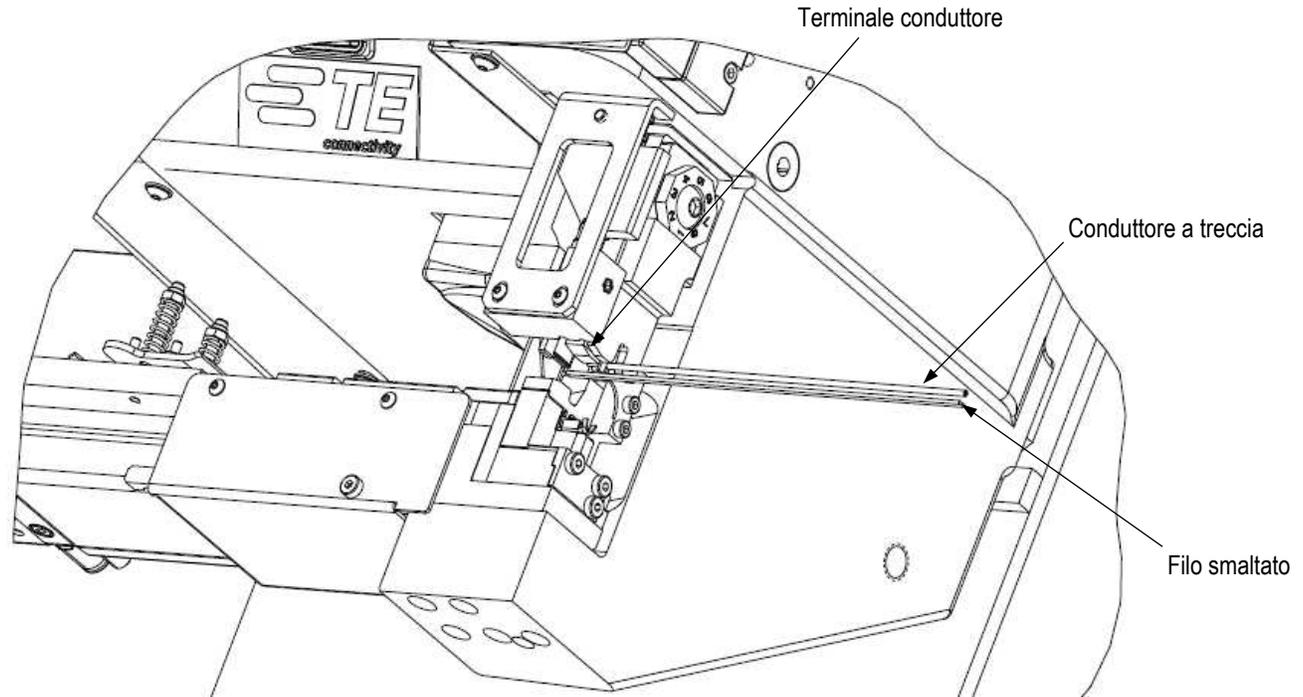

Figura 15
3. Far avanzare la striscia terminali finché il primo terminale non supera la punta del dito di alimentazione e si posiziona sull'utensile inferiore (incudine). Quindi, tirare leggermente indietro la striscia terminali per assicurarsi che il dito di alimentazione sia posizionato sul primo terminale. Fare riferimento a Figura 15.
4. Posizionare i fili nell'area convergenza assi, allineati con il terminale. Quando si utilizzano fili a treccia e fili smaltati, posizzionarli come mostrato nella Figura 14 (aggraffatrice tramite giunto) o Figura 15 (aggraffatrice tramite collegamento diretto). Quando vengono giuntati due o tre fili smaltati, questi ultimi possono essere in qualsiasi posizione tra loro. L'utensile di aggraffatura li posizionerà automaticamente uno accanto all'altro nella parte inferiore del terminale durante l'aggraffatura.